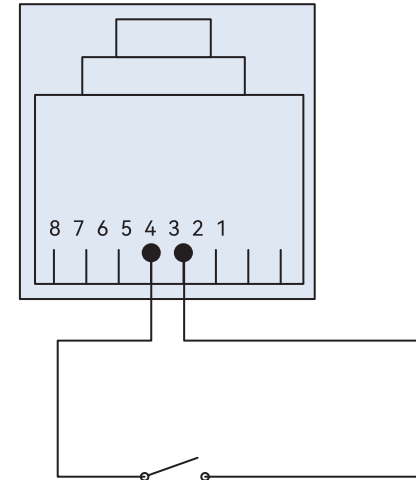

图7浮子接线示意图
- 在切断电源状态下，按照图7接好电路，将网络接口连接到漏液检测器的网络接口上，线色为蓝色和橙色。